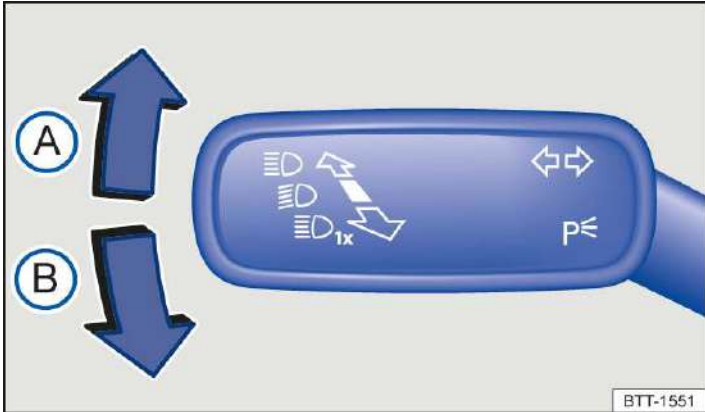

Abb. 1 An der Lenksäule links: Blinker- und Fernlichthebel.
2. Hebel aus der Mittelstellung in die gewünschte Position bringen → *Abb. 1*.